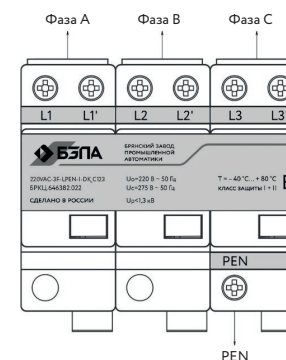

Рисунок 3. Вводы и выходы УЗИП
1.5.3 Вводы и выходы УЗИП показаны на рис. 3.